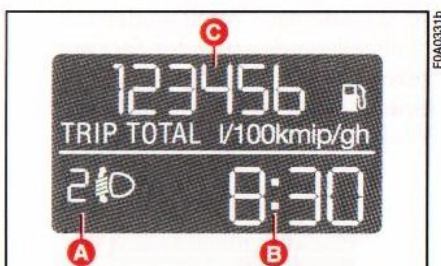

Abb. 46
Informationen auf der standardbildschirmseite Abb. 46:
- Anzeige des Leuchtweitenstandes der Scheinwerfer (nur bei eingeschaltetem Abblendlicht) **A**, **Abb. 46**.